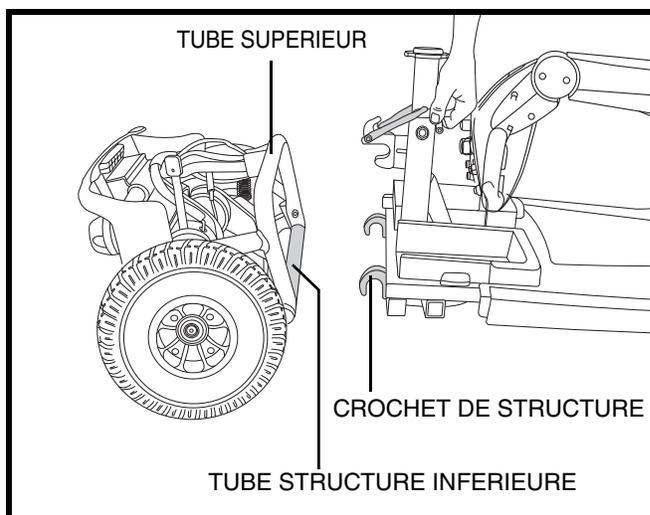

Figure 24. Séparation des sections
4. Séparez les deux sections. Voir la figure 24.
1. Positionnez les sections de votre scooter tel qu'illustré à la figure 24.
2. Soulevez la section avant à l'aide du levier de détente tout en alignant les crochets avec le tube de structure de la section arrière. Voir la figure 24.